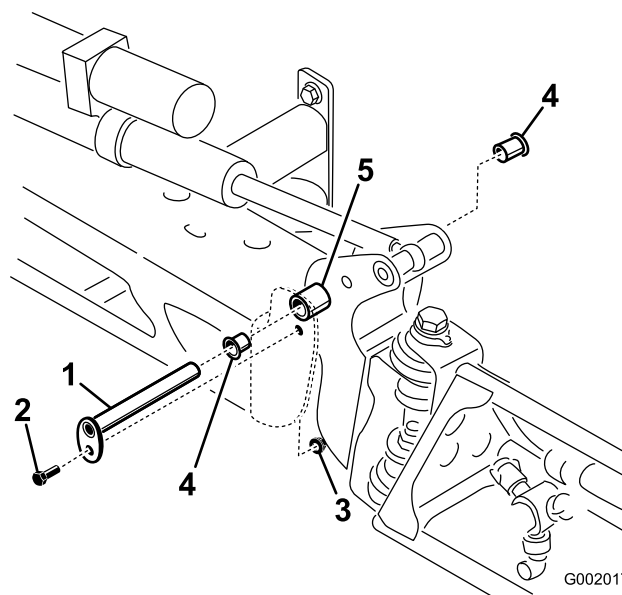

Figure 101
3. Lorsque le poids de la rampe est supporté, retirez le boulon et l'écrou de fixation de l'axe de pivot à l'ensemble rampe (Figure 101).
4. Retirez le boulon et l'écrou qui fixent l'axe de pivot, et déposez celui-ci (Figure 101).
6. Déposez et examinez les bagues en nylon à l'avant et à l'arrière du support de pivot (Figure 101).
7. Appliquez une petite quantité d'huile sur les bagues en nylon et montez-les sur le support de pivot (Figure 101).
8. Montez l'ensemble rampe et support de pivot dans le bâti central en alignant les trous (Figure 101).